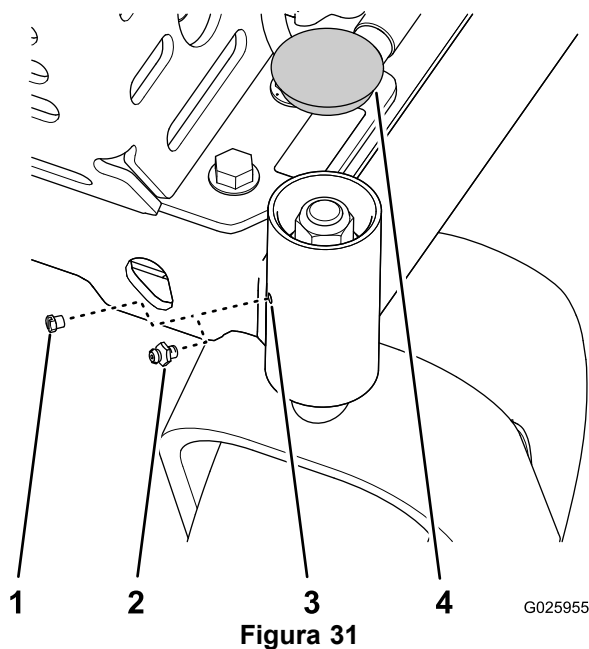

Figura 31
1. Retire la tapa y el tapón hexagonal de la parte superior del pivote de la rueda giratoria (Figura 31).
2. Enrosque un engrasador en el orificio (Figura 31).
3. Bombee grasa en el engrasador hasta que rezume alrededor del cojinete superior (Figura 31).
4. Retire el engrasador y vuelva a colocar el tapón que retiró en 1 (Figura 31).
5. Instale la tapa que retiró en el paso 1 (Figura 31).